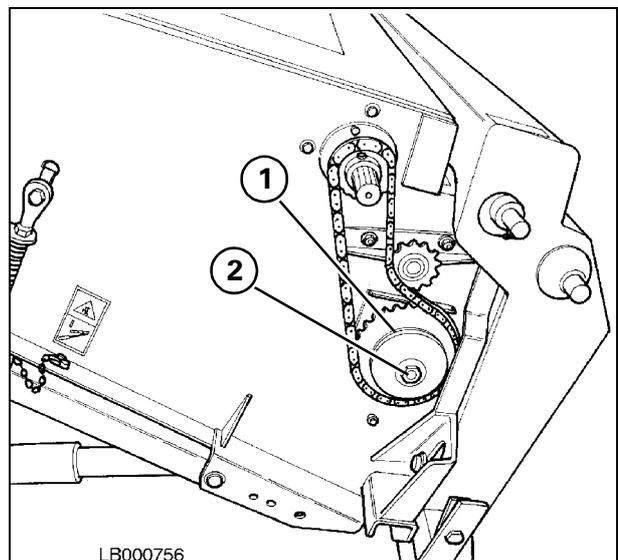

Рис. 41
2. Муфта сцепления штыревого подающего ролика - Рис. 41